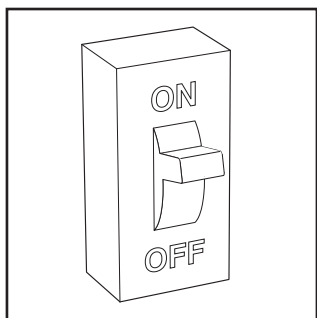

Figure 14 – Mise sous tension
8. Mettez la chaudière sous tension (ON) et attendez une minute. Consultez la figure 14.